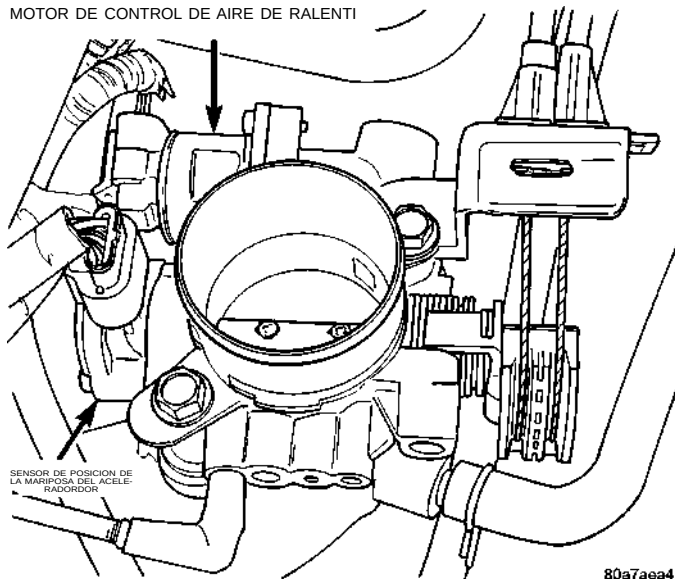

**Fig. 33 Cable de la mariposa del acelerador—
(4) Verifique que el cable de la mariposa del acelerador funcione libremente (Fig. 33).